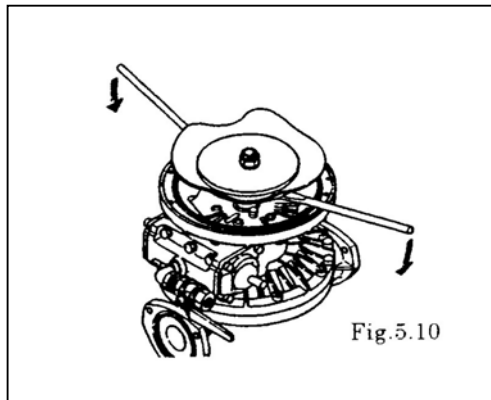

Fig.5.10
- Druk de steunschijf d.m.v. koevoeten de andere kant op, en sla het membraan om (behalve bij de modellen B□H, B□S. [Fig.5.10, 5.11].